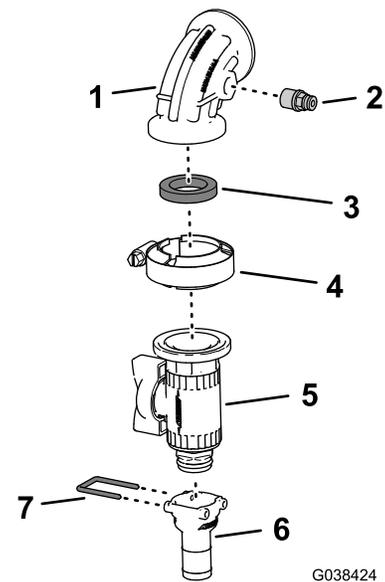

図 88
3. バーブ付きストレートフィッティング 3/4 インチをフランジ付き停止バルブに固定しているリテーナを外して、バーブ付きフィッティングを外す 図 88。
4. ステップ 2 で取り外したチューブカップラを、90° エルボの圧力ポートに取り付ける (図 88)。
5. 90° エルボ圧力ポート付きを、フランジ付き停止バルブとガスケット 25 x 35mm に組み付けるフランジランプ 40~64mm を使用して 図 88 のように取り付ける。